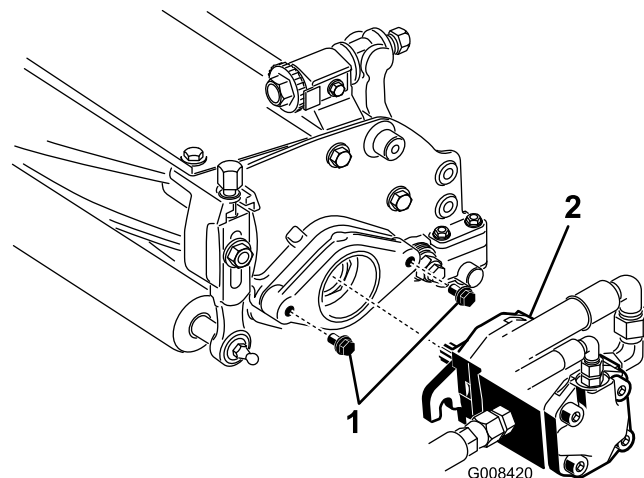

**Figura 17**
7. Fate scorrere il manicotto su ogni alloggiamento del giunto a sfera e agganciate l'alloggiamento al prigioniero a sfera dell'apparato di taglio (Figura 17).